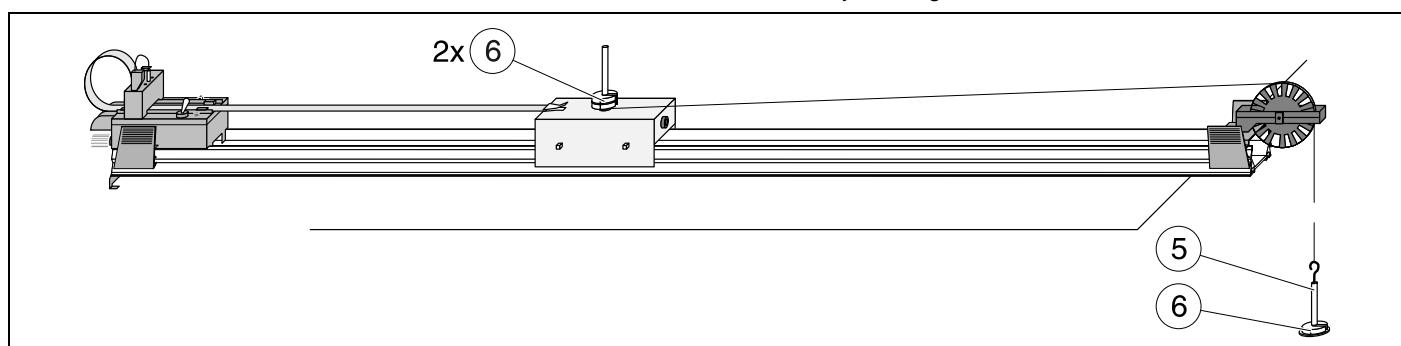

Fig. 2
① Douilles de 4 mm (une sur la face avant, une autre sur la face arrière) pour enficher le ressort et la butée (337 03)
② Support enfichable pour masses fendues ⑥ (de 337 04) et pour masse additionnelle ⑦ (337 05)
③ Pince de fixation pour papier d'enregistrement métallisé (337 39 ou 337 18)
④ Coussinets à vis (sur les deux axes) pour régler le frottement des paliers (cf. paragraphe 4).
⑤, ⑥ Jeu de masses d'entraînement (337 04)
⑤ Plateau support, poids $5,2 \text{ g} \pm 0,1 \text{ g}$, pour accélérer le chariot par une force de $0,05 \text{ N}$ (voir fig. 2)
① Casquillos de 4 mm (1 para el frente y otro para el dorso) para enchufar el muelle y amortiguador (337 03)
② Soporte para colocar pesas ranuradas ⑥ (del 337 04) y para peso adicional ⑦ (337 05)
③ Pinza de sujeción para el papel registrador metalizado (337 39 ó bien del 337 18)
④ Tornillos del cojinete (en ambos ejes de ruedas) para reajustar la fricción de los cojinetes (véase la sección 4)
⑤, ⑥ Juego de pesas de impulsión (337 04)
⑤ Pesa-disco, peso de $5,2 \text{ g} \pm 0,1 \text{ g}$, para acelerar el carro mediante una fuerza de $0,05 \text{ N}$ (véase la fig. 2)
- ⑥ Masses fendues (3x), poids $5 \text{ g} \pm 0,1 \text{ g}$, enfichables sur ② pour augmenter la masse du chariot à 90 g, 95 g ou 100 g et, en association avec ⑤, pour augmenter la force d'accélération de 0,1 N, 0,15 N et 0,2 N.
⑦ Masse additionnelle, 100 g, enfichable sur ②.